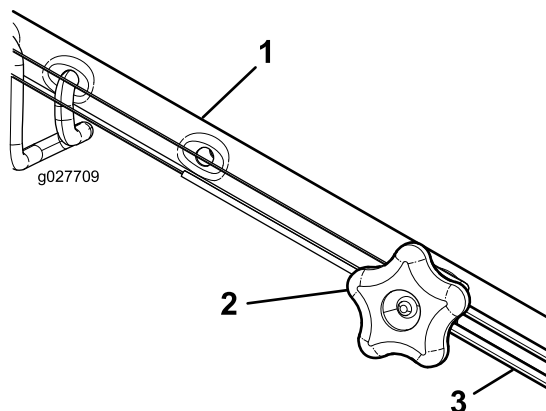

Figure 39
1. Tournez le bouton de réglage dans le sens antihoraire pour desserrer le réglage du câble (Figure 39).
2. Ajustez la tension du câble (Figure 39) en le tirant en arrière ou en le poussant en avant puis en le maintenant à cette position.